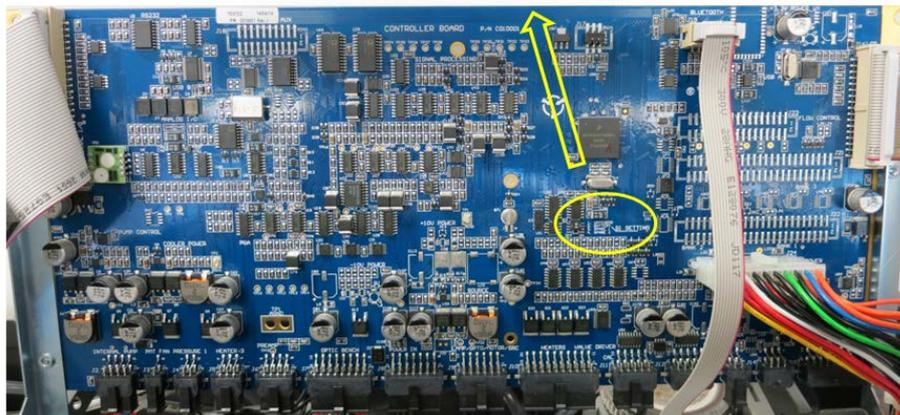

Figure 9 – Démarrage/arrêt de la batterie
3. Vérifier que la batterie est sous tension sur la carte « contrôleur principal » (voir Figure 9).
3. En cas de période de stockage prolongée (six mois), éteindre la batterie en commutant l'interrupteur (S1) sur la carte « contrôleur principal » (voir Figure 9).